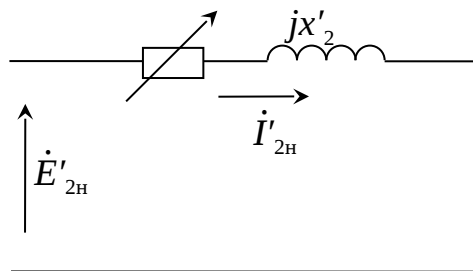

Рис. 3.2. Электрическая схема замещения фазы обмотки неподвижного ротора
4. Параметры электрической схемы замещения фазы обмотки неподвижного ротора (рис. 3.2):